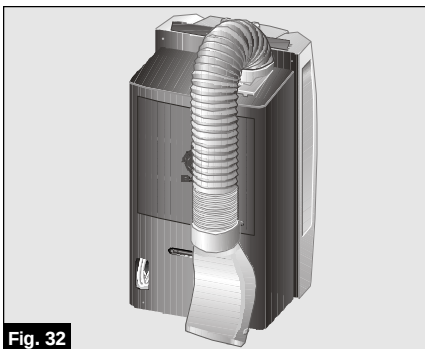

Fig. 32
- Para isso dobra-se o tubo para a parte traseira do equipamento, prendendo-o na fixação do difusor, **Fig. 32 y 33**.